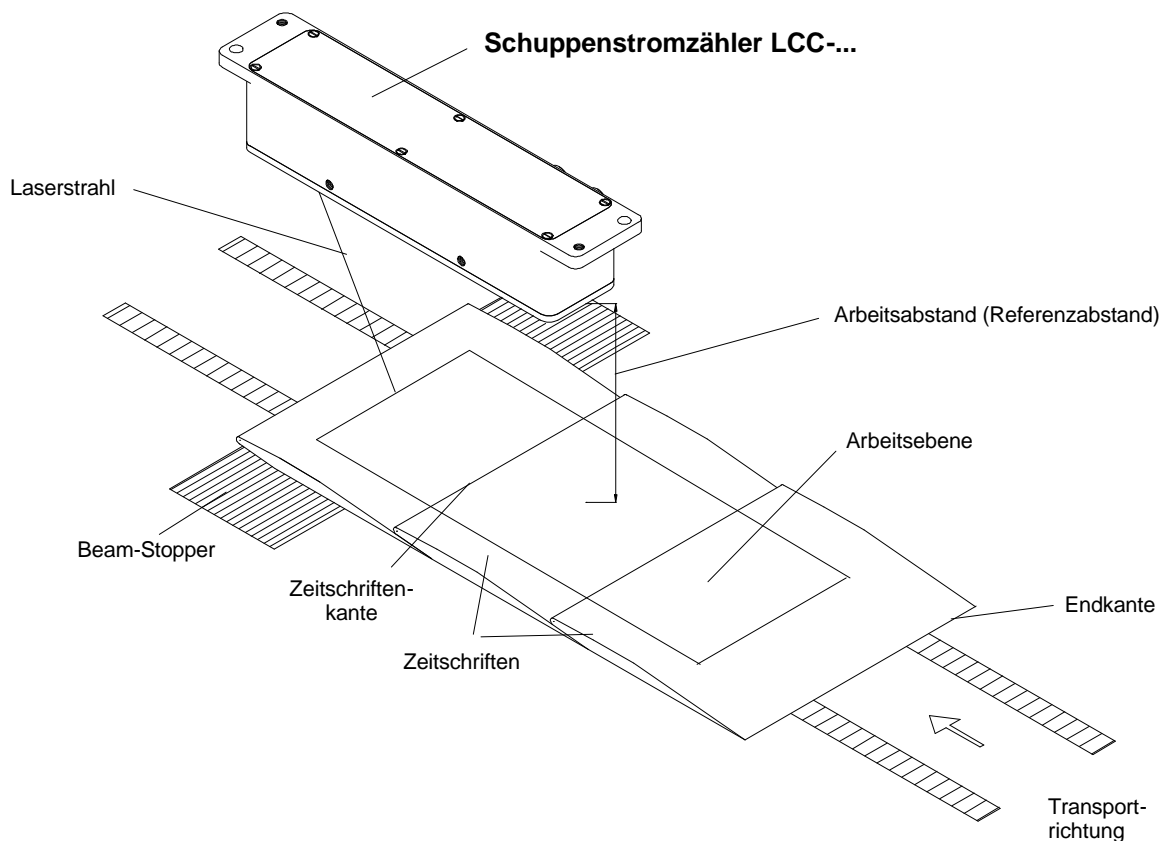

Abb. 1: Schuppenstromzähler-Einsatzbeispiel
- Den Sensor so montieren, dass - wie in Abb. 1 zu sehen ist - der Arbeitsabstand im Mittel ca. den Referenzabstand beträgt! Die Längsachse des Sensors verläuft dabei parallel zur Schuppenstromtransportrichtung, der Laserstrahl muss entgegen der Vorschubrichtung auf die zu zählenden Zeitschriften- bzw. Einzelblattkanten ausgerichtet werden.